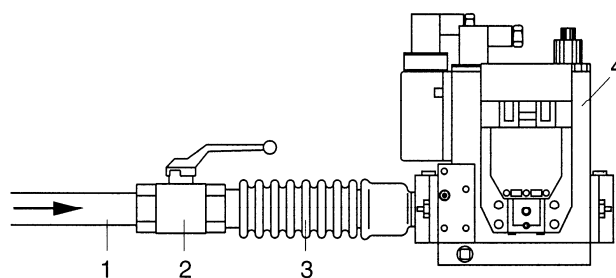

Fig. 2
La conexión a la tubería de alimentación del gas debe ser de dimensiones adecuadas y correspondientes al tipo de instalación que se ha de realizar y debe efectuarse disponiendo la "rampa de gas" de la manera indicada en Fig. 2: el tubo de gas (1), la llave de interceptación (2) y la junta anti-vibraciones (3) no se suministran junto con el generador y deberán ser predispuestos por el instalador, que los conectará al grupo válvulas de gas (4) suministrado con el generador de aire caliente.
- Conectar un manómetro a la toma de presión línea arriba (4) del grupo válvulas (Fig. 2);